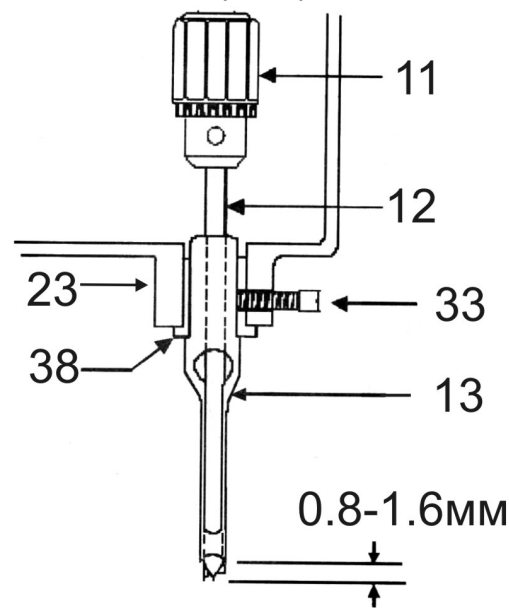

Рис.4
#### 9.1. Регулировка и установка пазовальной насадки (Рис.4)
9.1.4. Ослабьте фиксирующий винт (33) и протолкните долото (13) вверх до упора и зафиксируйте фиксирующий винт (33). Это должно создать правильное расстояние между режущими кромками долота (13) и сверла (12), указанное на Рис.4.